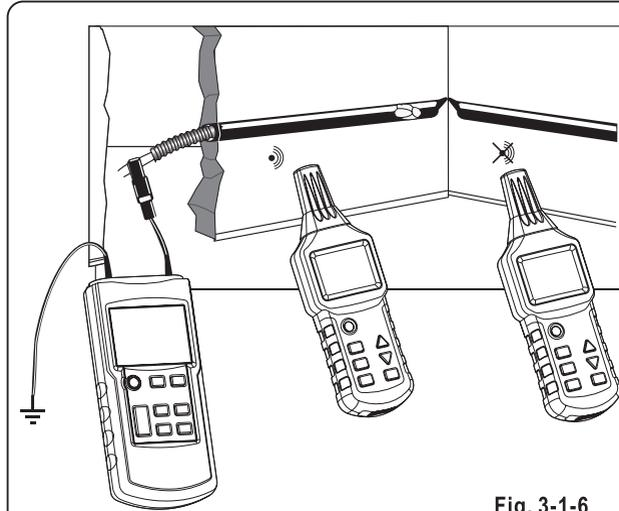

Fig. 3-1-6
- > Le transmetteur est branché à un tuyau hélicoïdal métallique (tube de métal ou conduit flexible) et un câble de mise à la terre auxiliaire, comme illustré à la Fig. 3-1-6;